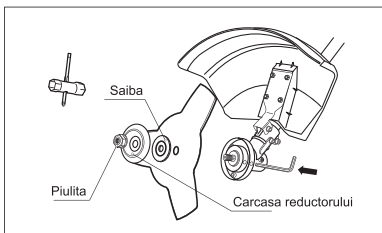

fig. 7
- Aliniați orificiul șaibei pentru flanșă cu orificiul din carcasa reductorului (fig. 7). Introduceți un știft metallic de blocare în orificiul carcasei reductorului și în orificiul șaibei pentru flanșă.
- Ținând știftul de blocare cu mâna strângeți bine piulița cu ajutorul cheii tubulare (este inclusă în setul de livrare), rotind-o în sens contrar acelor de ceasornic (fig. 7).